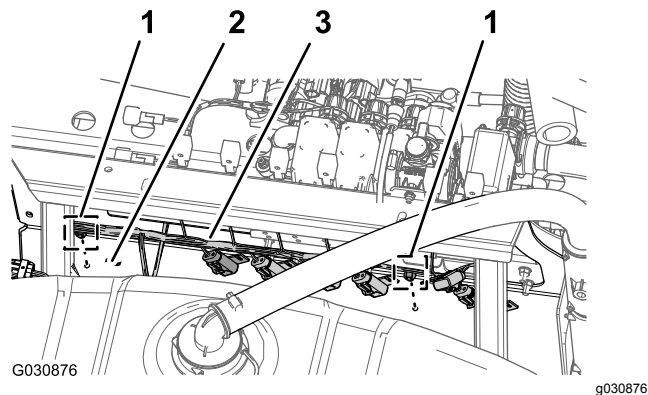

図 56
3. 後ワイヤハーネスをマニホルドマウントの前側および下部プレートに固定しているお押し込み型ファスナーを外す 図 56。